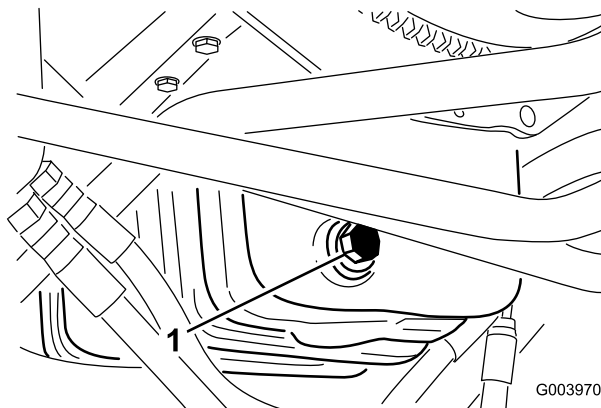

Figura 52
1. Retire el tapón de vaciado (Figura 52) y deje fluir el aceite a un recipiente apropiado.